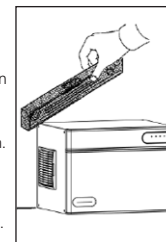

Abb. 6.
d) Den Eiswürfelbereiter an den definitiven Standort bringen. Der Vorratsbehälter ist mit höhenverstellbaren Füßen ausgestattet, um das Ausrichten des Gerätes und die Reinigung unter dem Gerät zu erleichtern. Der Eiswürfelbereiter muss gerade stehen, damit sich das Wasser gleichmäßig in der Verdampferplatte verteilt. Sorgen Sie daher dafür, dass das Gerät gerade steht und prüfen Sie dies mit einer Wasserwaage (Abb. 6).